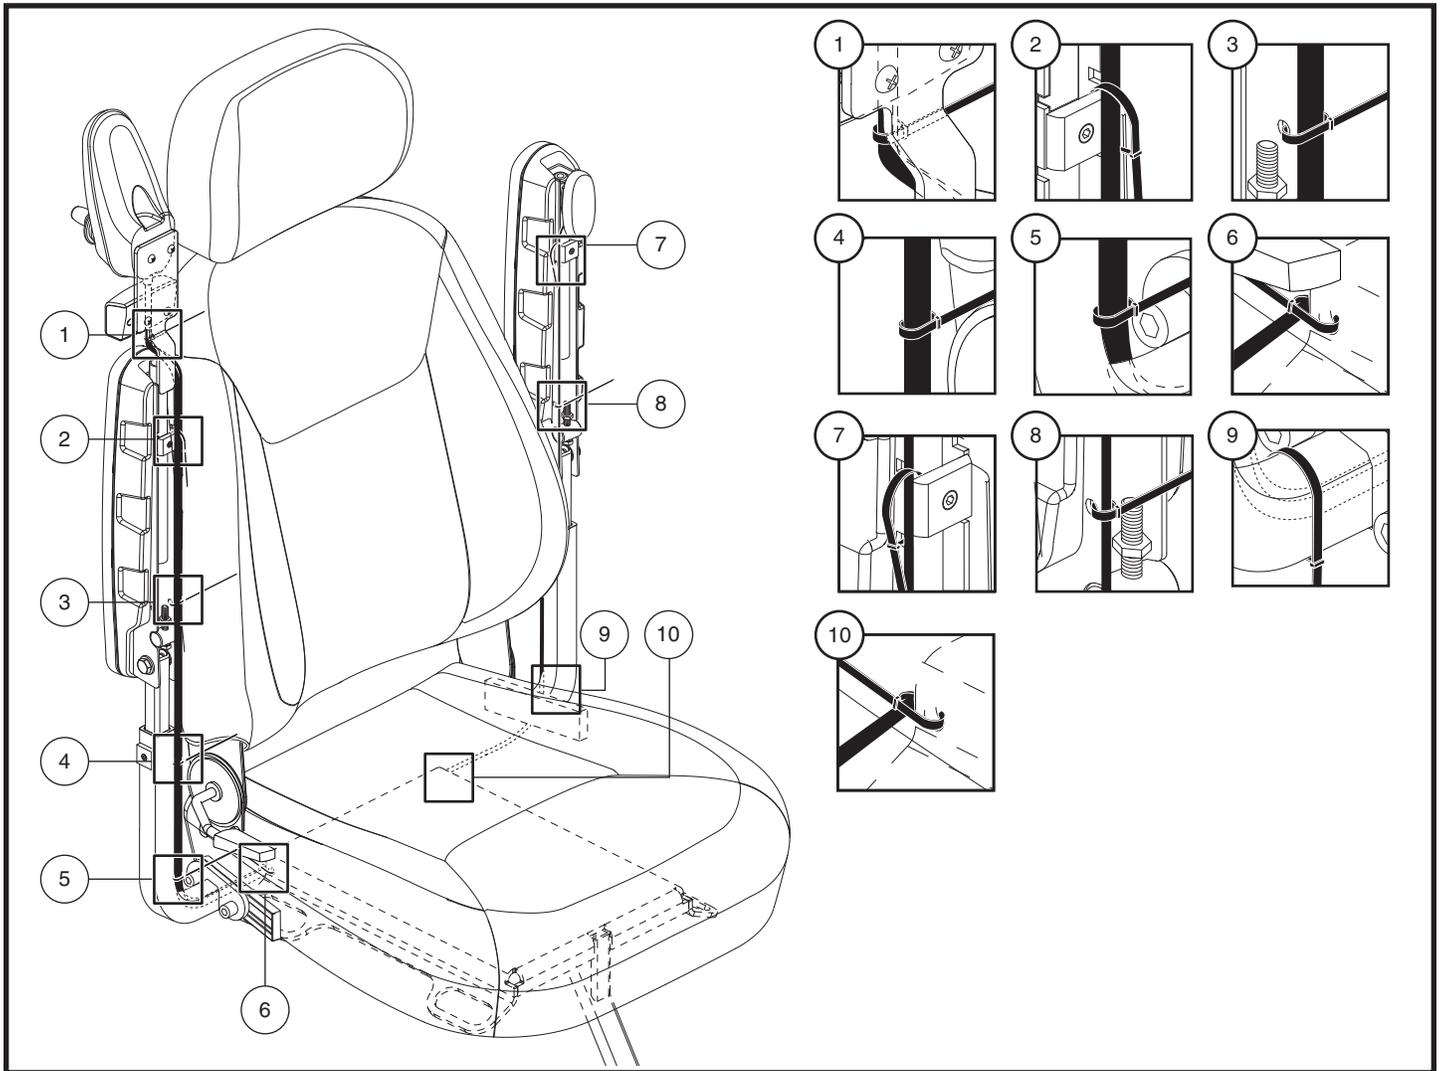

Figura 10. Disposición del cable del regulador
17. Sujete los cables en el reposabrazos con la brida para cables suministrada, como se muestra en la **figura 10**.
19. Disponga los cables a lo largo del receptor del reposabrazos y la placa del asiento con la brida para cables suministrada, como se muestra en la **figura 10**.
¡ADVERTENCIA! Asegúrese de que todos los cables estén dispuestos correctamente como se muestra en la figura 10. Una disposición incorrecta puede causar un daño al interruptor de la luz, al regulador o a otros componentes eléctricos.
2. Para las ubicaciones 1 hasta 10, ajuste la brida para cables en su lugar de acuerdo con la disposición correcta de los cables, tal como se muestra en la **figura 10**.